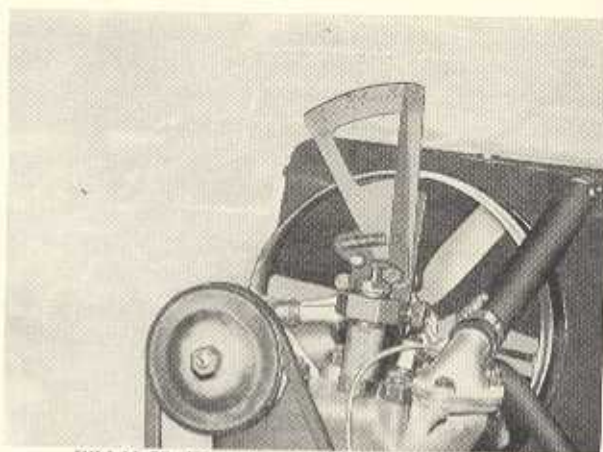

Bild M 50. Einstellen des OT beim 3. Zylinder
- Zeiger auf der ZündEinstellehre durch Verschieben der Skala auf 0° bringen (Bild M 50).